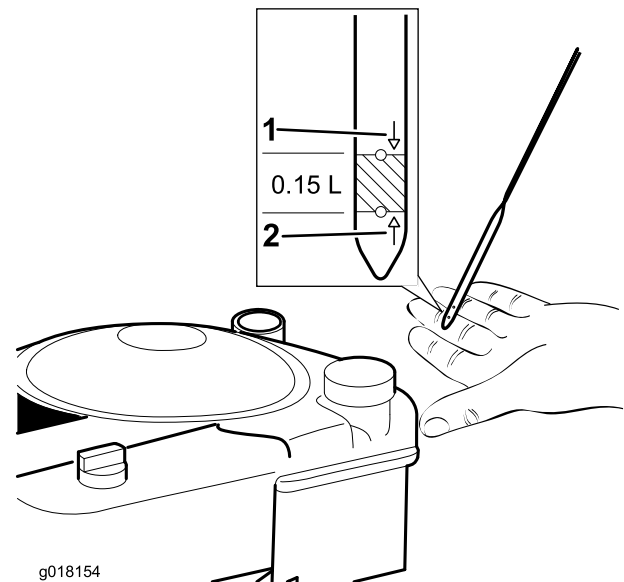

Figura 10
3. Si el nivel de aceite es bajo, vierta aceite **lentamente** en el tubo de llenado de aceite, espere 3 minutos, y compruebe el nivel de aceite en la varilla limpiándola e insertándola a fondo en el tubo (Figura 10).